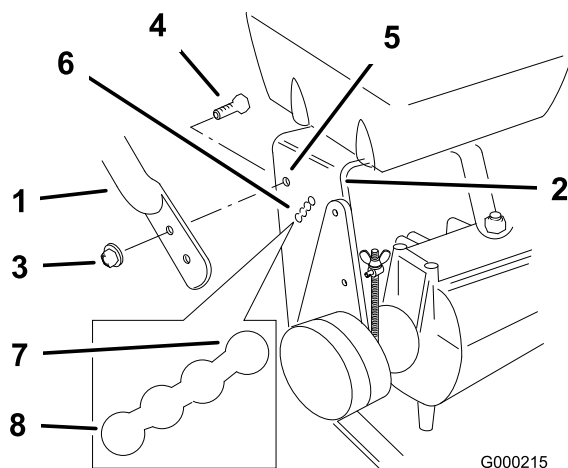

Figure 16
2. Desserrez les boulons à embase supérieurs (3/8 x 1 po) et l'écrou à embase qui fixent le guidon au cadre arrière (Figure 16).
3. Enlevez les boulons à embase inférieurs (3/8 x 1 po) et les écrous à embase qui fixent le guidon au cadre arrière (Figure 16).